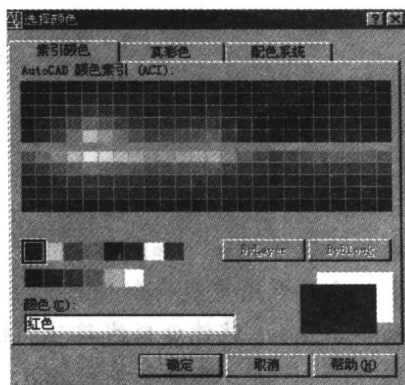

图 3-4 “选择颜色”对话框
(3) 单击“中心线”层对应的“颜色”项, 打开“选择颜色”对话框, 选择红色为该层颜色, 如图 3-4 所示。单击“确定”按钮返回“图层特性管理器”对话框。